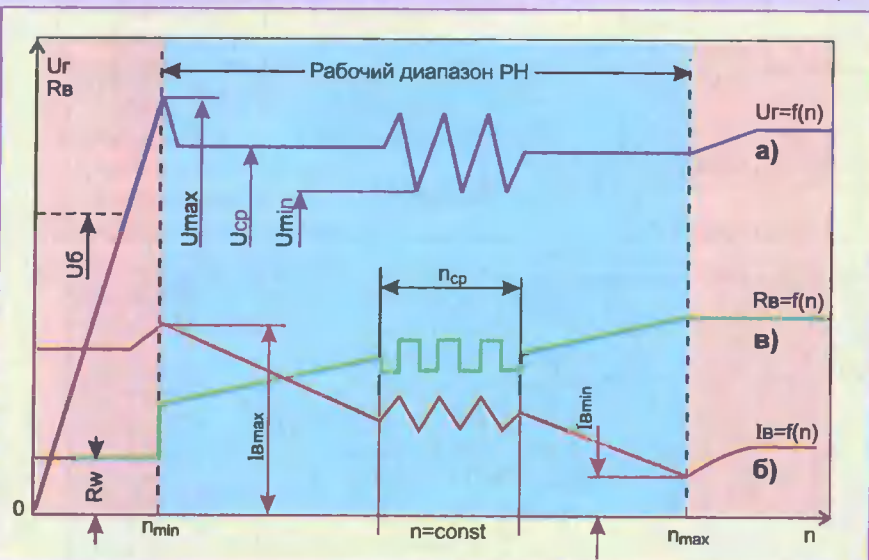
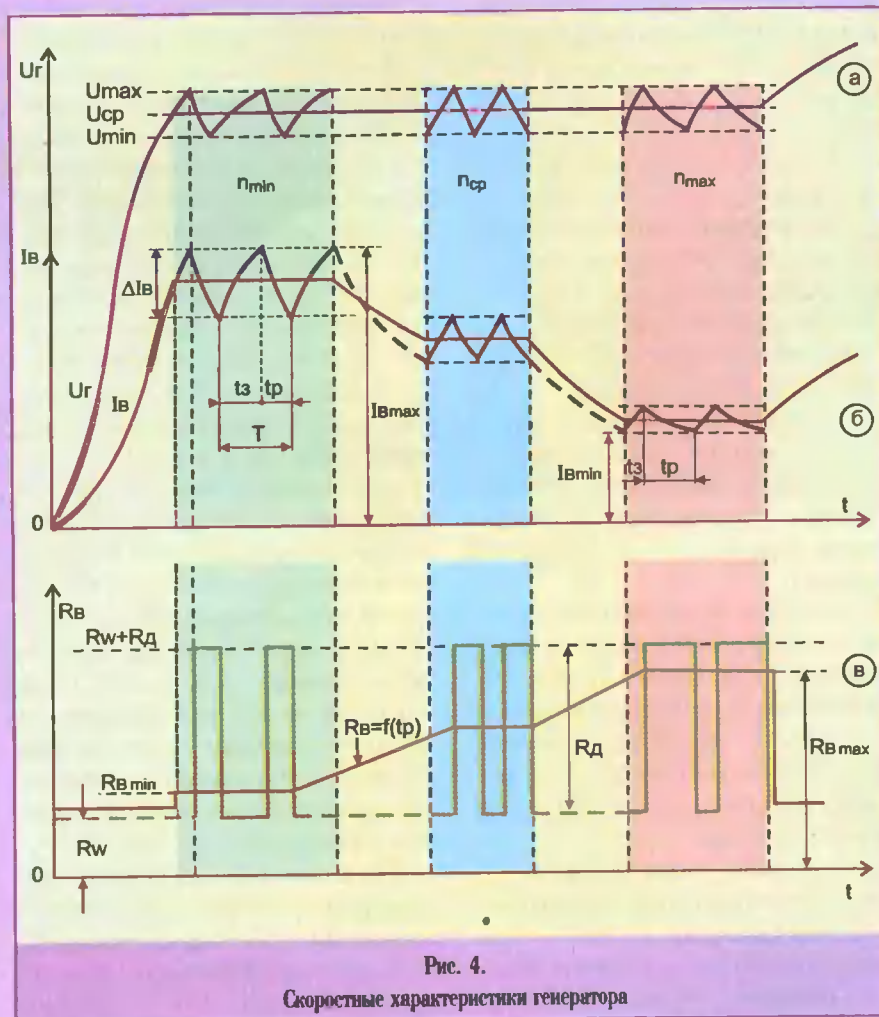

Рис. 3.
Рис. 4. Скоростные характеристики генератора
● Работа регулятора напряжения с электромагнитным реле наглядно может быть пояснена с помощью скоростных характеристик генератора (рис. 3 и 4).
Пока напряжение  $U_r$  генератора ниже напряжения  $U_6$  аккумуляторной батареи ( $U_r < U_6$ ), электромагнитное реле не срабатывает и возвратная пружина П удерживает контакт К в замкнутом состоянии. При этом ток  $I_{вб}$  в обмотке  $W_b$  возбуждения не изменяется, так как определяется постоянным напряжением  $U_6$  батареи (ключ зажигания ВЗ — включен) и сопротивлением  $R_w$  обмотки возбуждения:  $I_{вб} = U_6/R_w$ . Регулирования напряжения не происходит (на рис. 3 участок 0... $n_{min}$ ).
Начиная с момента размыкания контакта К ( $n = n_{min}$ , рис. 3), даже при неизменной частоте  $n$  вращения ротора генератора, якорь N электромагнитного реле входит в режим механических автоколебаний и контакт К, вибрируя, начинает периодически, с определенной частотой коммутации  $f_k = 1/T = 1/(t_p + t_s)$  то замыкать, то размыкать дополнительное сопротивление  $R_d$  в цепи возбуждения генератора (зеленая линия на участке  $n = n_{cp} = const$ , рис. 3). При этом сопротивление  $R_b$  в токовой цепи возбуждения изменяется скачкообразно от значения  $R_w$  до величины  $R_w + R_d$ .
где  $R_b$  — среднеарифметическое (эффективное) значение пульсирующего сопротивления в цепи возбуждения, которое при увеличении относительного времени  $\tau_p$  разомкнутого состояния контакта К также увеличивается (зеленая линия на рис. 4).
Из сказанного следует, что ток в обмотке возбуждения не может измениться мгновенно (скачкообразно, как дополнительное сопротивление  $R_d$ ) ни при замыкании, ни при размыкании цепи возбуждения. Более того, при высокой частоте вибрации контакта К ток возбуждения может не достигать своей максимальной или минимальной величины, приближаясь к своему среднему значению (рис. 4), так как величина  $t_p = \tau_p/f_k$  увеличивается с увеличением частоты  $f_k$  коммутации, а абсолютное время  $t_s$  замкнутого состояния контакта К уменьшается.
Из совместного рассмотрения диаграмм, показанных на рис. 3 и рис. 4, вытекает, что среднее значение тока возбуждения (красная линия б на рис. 3 и рис. 4) при повышении оборотов  $n$  уменьшается, так как при этом увеличивается среднеарифметическая величина (зеленая линия на рис. 3 и рис. 4) суммарного, пульсирующего во времени, сопротивления  $R_n$  цепи возбуждения (закон Ома). При этом среднее значение напряжения генератора ( $U_{cp}$  на рис. 3 и рис. 4) остается неизменным, а выходное напряжение  $U_r$  генератора пульсирует в интервале от  $U_{max}$  до  $U_{min}$ .
**Пульсации регулируемого напряжения.** При постоянной частоте  $n$  вращения ротора генератора и при постоянной его нагрузке рабочие пульсации тока возбуждения ( $\Delta I_b$  на рис. 4б) наводят соответствующие (по времени) пульсации регулируемого напряжения генератора.
При изменении частоты вращения ротора, например, в сторону увеличения или при уменьшении нагрузки генератора, время  $t_s$  замкнутого состояния становится меньше времени  $t_p$  разомкнутого состояния ( $t_s < t_p$ ), а значит среднее значение тока  $I_b$  возбуждения  $I_{b\,cp} = U_{r\,cp}/(R_w + R_n t_p/f_k)$  падает. При этом рабочие пульсации  $\Delta I_b$  тока возбуждения также падают, а напряжение  $U_r$  генератора остается в заданных пределах регулирования с прежней амплитудой  $\Delta U_r$  пульсаций (см. рис. 3 и рис. 4 при  $n = n_{max} = const$ ).
настраивается на величину  $U_{cp}$  таким образом, чтобы на нижней частоте вращения ротора ( $n = n_{min}$  — рис. 3 и рис. 4) контакт К начинал бы размыкаться, а ток возбуждения успевал бы достигать своего максимального значения  $I_n = U_n/R_w$ . Тогда пульсации  $\Delta I_n$  и время  $t_z$  замкнутого состояния — максимальны. Этим устанавливается нижний предел рабочего диапазона регулятора ( $n = n_{min}$ ). На средних частотах вращения ротора время  $t_z$  примерно равно времени  $t_p$ , и пульсации тока возбуждения становятся почти в два раза меньше. На частоте вращения  $n$ , близкой к максимальной ( $n = n_{max}$  — рис. 3 и рис. 4), среднее значение тока  $I_n$  и его пульсации  $\Delta I_n$  — минимальны. При  $n > n_{max}$  происходит срыв автоколебаний регулятора и напряжение  $U_r$  генератора начинает возрастать пропорционально оборотам ротора. Верхний предел рабочего диапазона регулятора задается величиной дополнительного сопротивления  $R_d$  (при определенной величине сопротивления  $R_w$ ).
мыкнутого состояния коммутирующего элемента КЭ, что приводит к плавному уменьшению (в соответствии с ростом частоты  $n$ ) среднего значения тока возбуждения (красная линия на рис. 3 и рис. 4) и амплитуды  $\Delta I_n$  его пульсации. Благодаря этому напряжение  $U_r$  генератора начинает также пульсировать, но с постоянной амплитудой  $\Delta U_r$  около своего среднего значения ( $U_r = U_{cp}$ ) с достаточно высокой частотой колебаний.